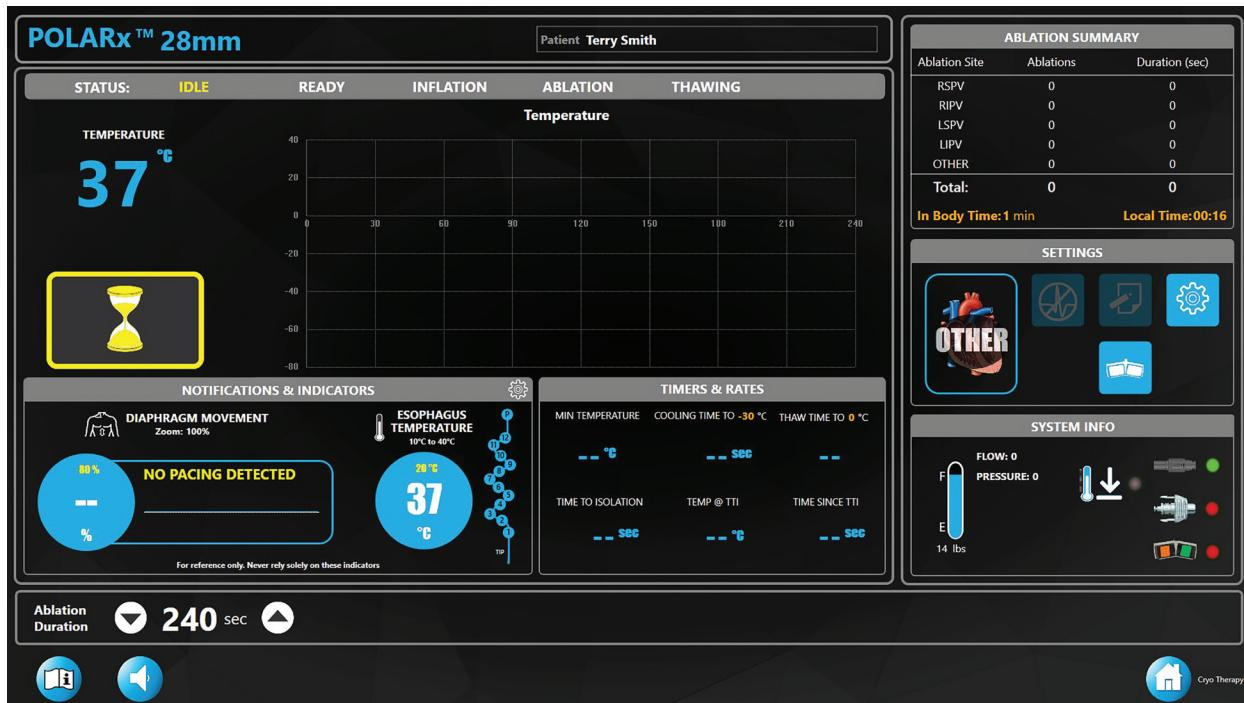

Figure 9. Sonde de température œsophagiennne CIRCA™ S-CATH
- Si vous utilisez une sonde de température œsophagienne CIRCA™ S-CATH, avec ou sans sonde de température série 400, une image de la Sonde de température œsophagienne CIRCA™ S-CATH s'affiche automatiquement (Figure 9). Une Sonde de température œsophagienne CIRCA™ S-CATH typique comporte 12 capteurs, certains modèles comprenant un capteur proximal.
- La valeur affichée **Esophagus Temperature** (Température de l'œsophage) sera toujours la température la plus basse mesurée parmi tous les capteurs. Le capteur présentant la température la plus basse sera également mis en surbrillance en bleu. Lorsque la température baisse dans les zones concernées, seuls les capteurs présentant la température la plus basse sont mis en surbrillance (voir Figure 10). Noter qu'il est possible que plusieurs capteurs aient la même température comme dans Figure 9.